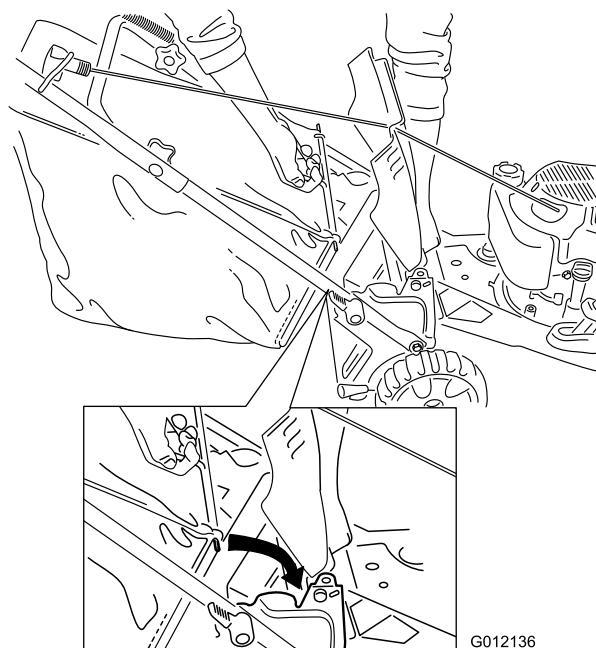

Figure 17
2. Soulevez et bloquez le volet arrière, placez le bac dans les encoches et abaissez le volet (Figure 17).